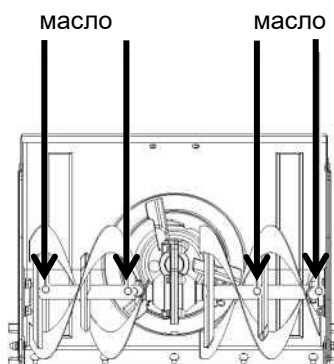

рис.1
**Смазка деталей осуществляется маслом рис.1.**